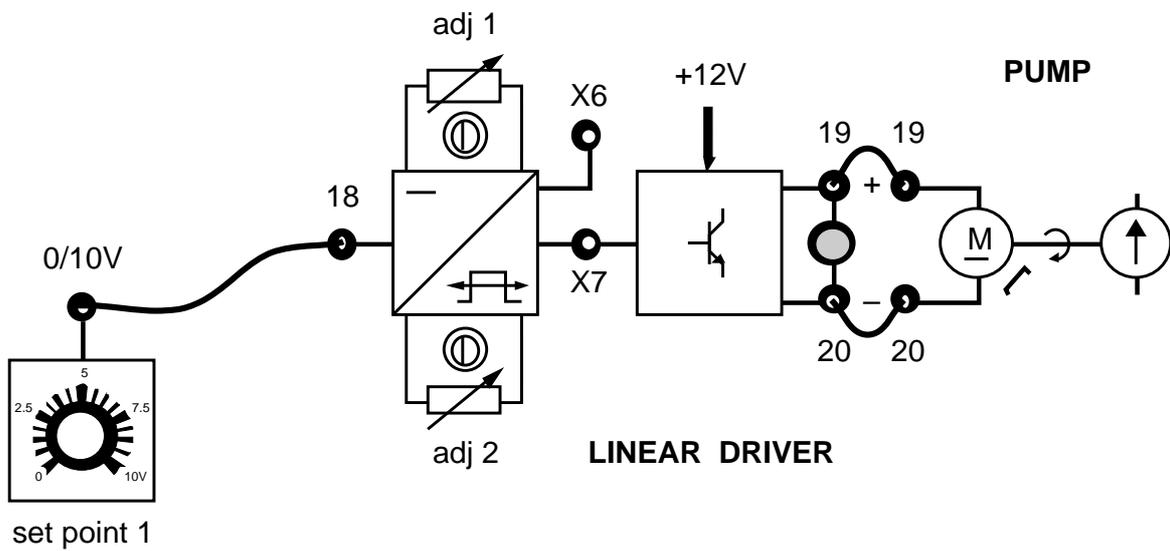

Fig. 17.1
- 5) Utilizar contemporáneamente las acciones proporcionales, integral y derivativa y realizar los ejercicios siguiendo las indicaciones contenidas en las Unidades Didácticas 14, 15 y 16 (ficha 17.1 fig 17.1 y 17.2).